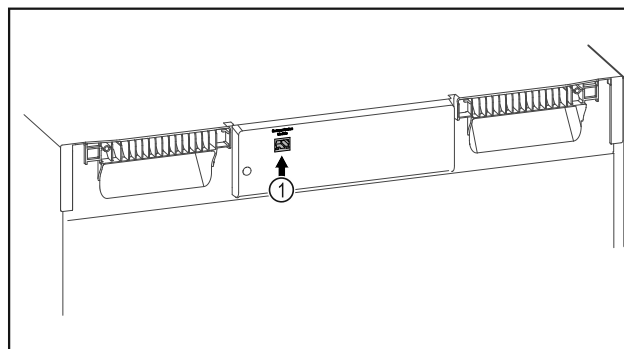

Fig. 115
- SmartModule Fig. 115 (1) 已使用。